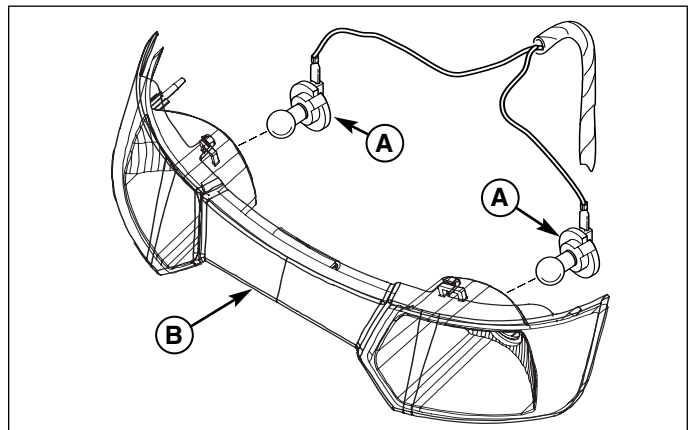

Abbildung 12. Scheinwerfer
2. Scheinwerfer und Glühlampen (A, Abbildung 12) ausbauen; dazu den Scheinwerfer gegen den Uhrzeigersinn verdrehen und aus der Fassung (B) herausziehen. An der anderen Seite wiederholen.